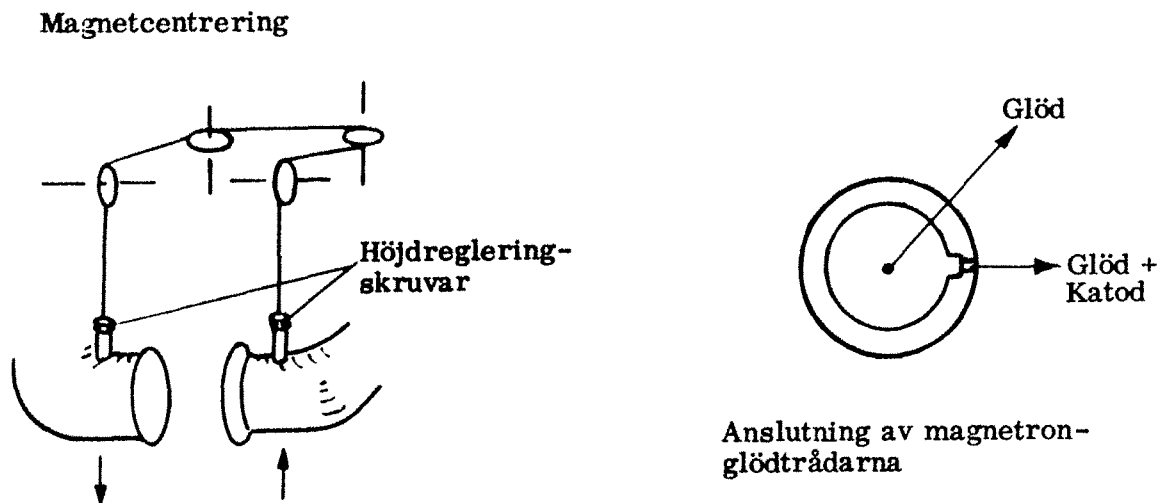

Bild 18
- 4.1.1.18 Anslut glöd- och katodanslutningarna med hänsyn till katod- och glödanslutning, se bild 18.